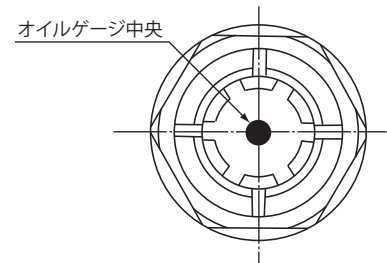

図7-1 オイルゲージ
- 油潤滑部の場合、停止時に油面レベルがオイルゲージ中央(図7-1)位置にあるか。